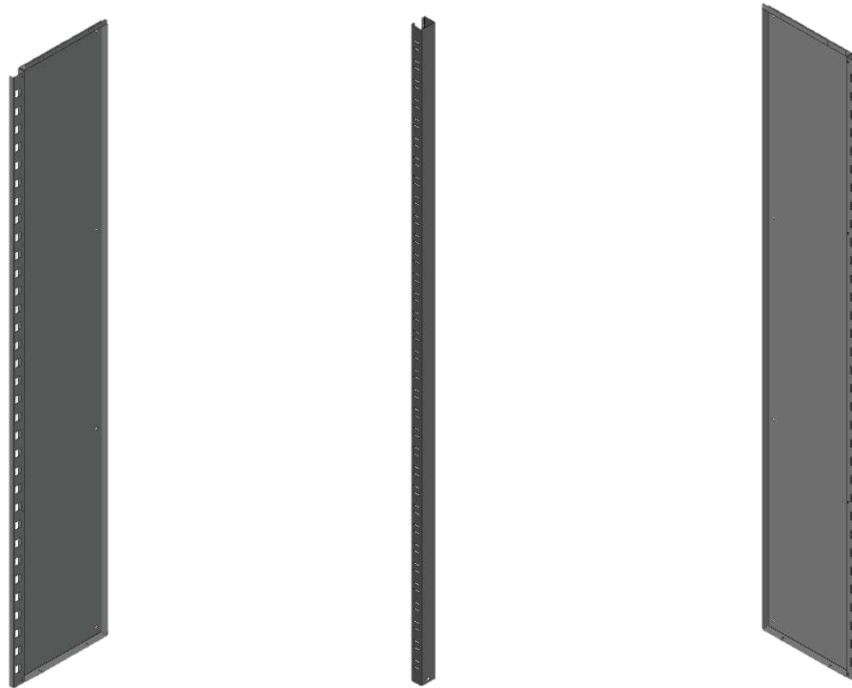

Рис. 6
4.6 Подготовить правую и левую заднюю стенку, заднюю центральную стойку (рис. 6)